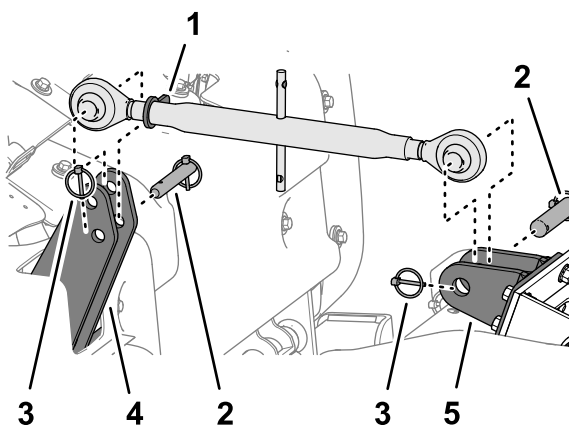

Figure 48
2. Desserrez l'écrou de blocage (**Figure 48**) et tournez la biellette de réglage supérieure pour soulager la tension entre la machine et le groupe de déplacement.
3. Retirez la goupille à anneau et l'axe d'articulation qui fixent la biellette de réglage supérieure aux plaques d'attelage supérieures de la machine (Figure 48).
4. Retirez la goupille à anneau et l'axe d'articulation qui fixent la biellette de réglage supérieure au support de biellette du groupe de déplacement (Figure 48).